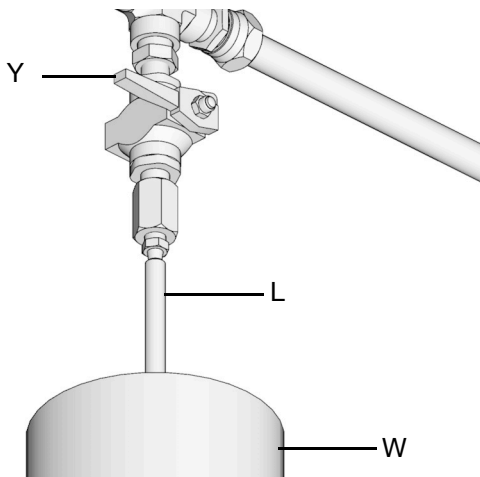

图 25
- a. 要释放再加注泵 (F) 和自动加注截止阀 (B) 之间的压力，请打开供料软管泄压阀 (Y) (图 25)。将释放压力，多余的流体从排放管 (L) 中排出，排放到润滑溢流容器 (W)。